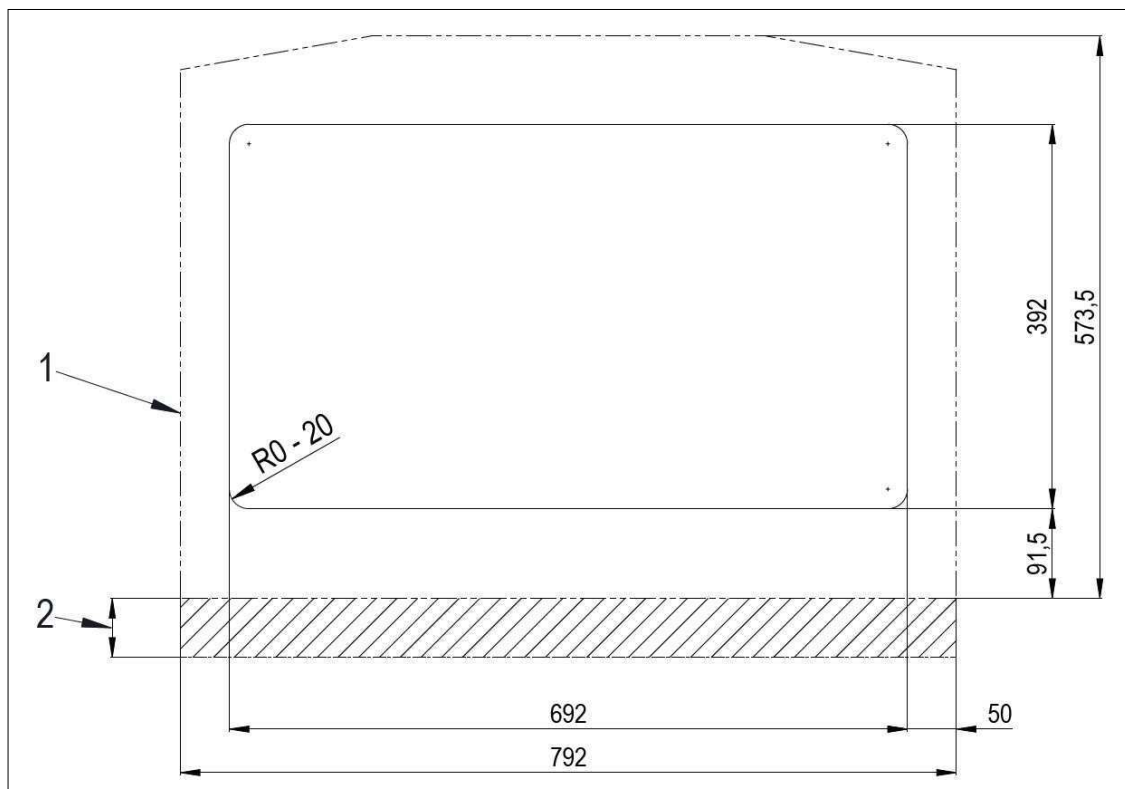

Рис. 7 – Вырез PWT в распределительном шкафу
- Выполнить на распределительном шкафу вырез. Предписанные размеры, смотри рис. 7